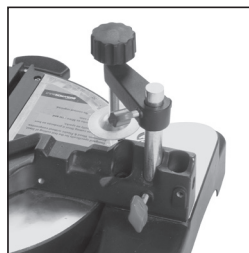

FIG. 7
4. Monteren van de vasthoudklem (Fig. 7)